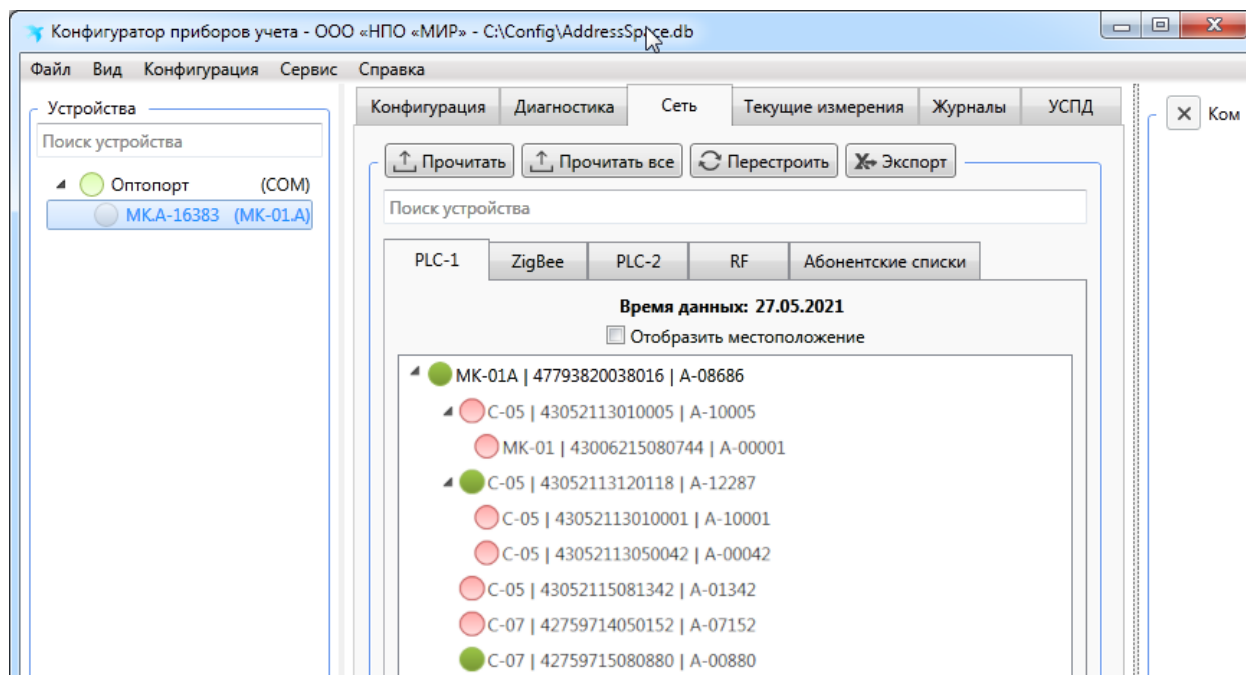

Рисунок 9.12 – Дерево сети PLC
- выбрать в дереве объектов программы **КОНФИГУРАТОР** модем-коммуникатор МИР МК и далее в области параметров выбрать вкладку *Сеть* (рисунок 9.12);